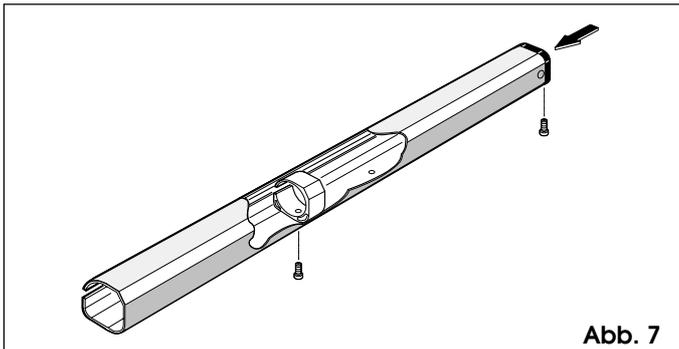
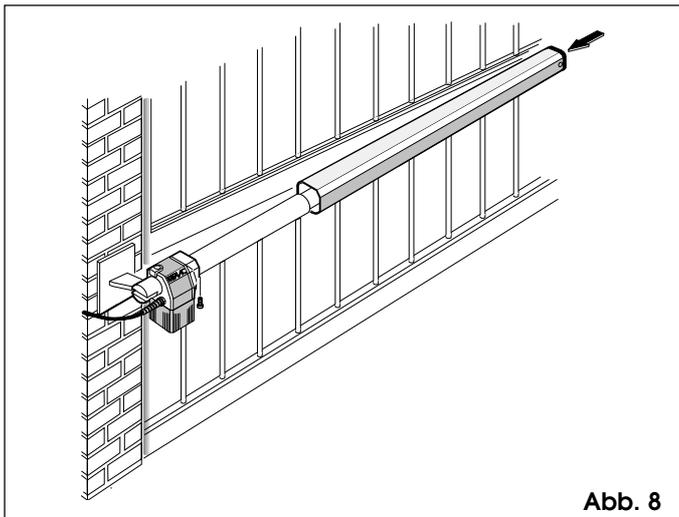

Abb. 7
Abb. 8
- (1) Sämtliche Fixierbolzen der Anschlüsse einfetten
- (2) Ist eine Verschweißung unmöglich, können die Fixierplatten von vorderem und hinterem Anschluß angeschraubt werden.
- 12) Schutzgehäuse (Abb. 7) vorbereiten und gemäß Abb. 8 am Antrieb anbringen.
**Hinweis:** Führungsring des Gehäuses in der am weitesten vom Verschlußdeckel (Abb. 7) entfernten Bohrung fixieren.